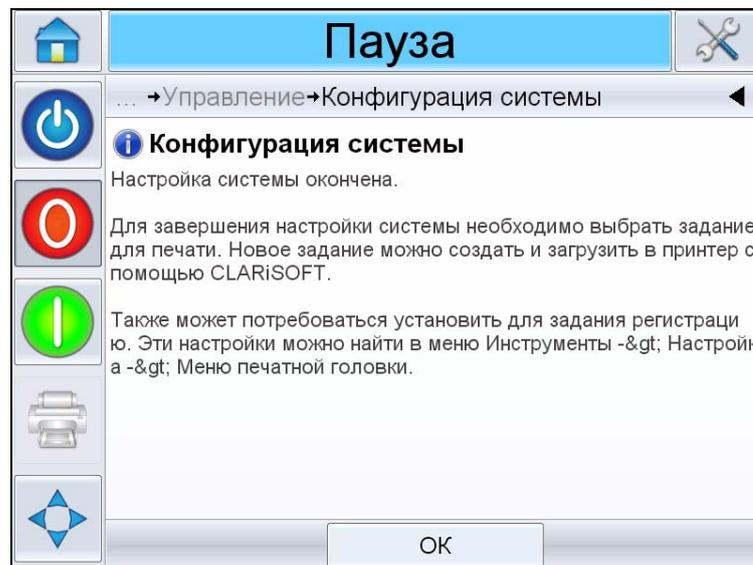

Рис. 5-15: Завершение конфигурации системы
- 6 Для завершения конфигурации системы нажмите клавишу *Далее* (см. Рис. 5-15).